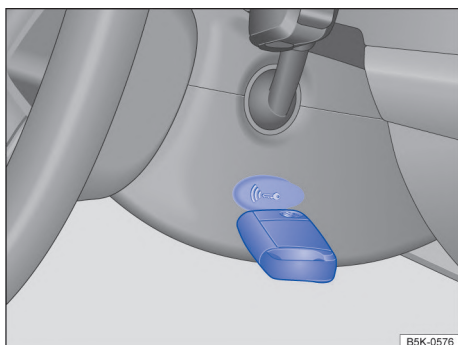

Fig. 91 A la derecha en la columna de dirección: función de arranque de emergencia en vehículos con sistema de bloqueo y de arranque Keyless Access sin llave.
- Mantener la llave del vehículo directamente después de presionar el pulsador de encendido y arranque a la derecha de la columna de dirección → **fig. 91**.